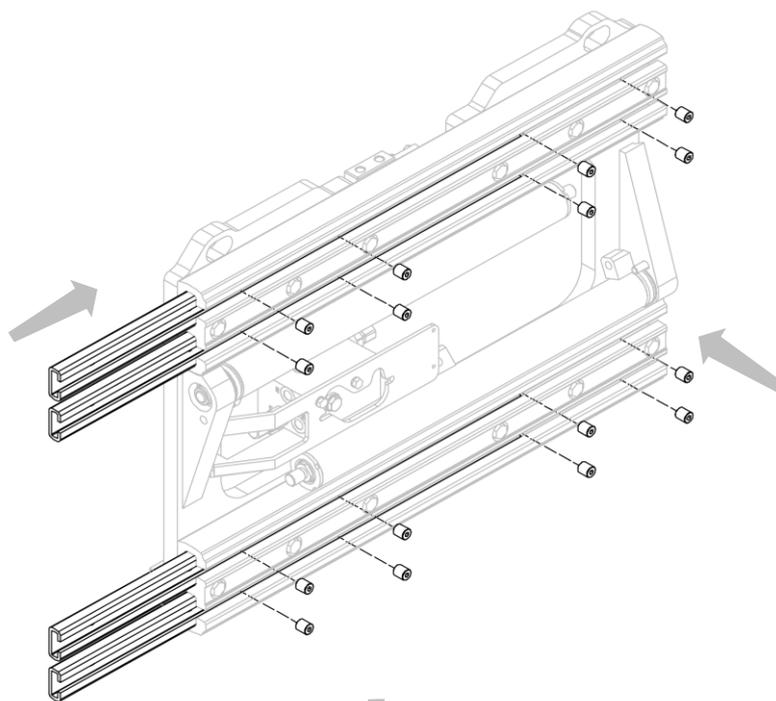
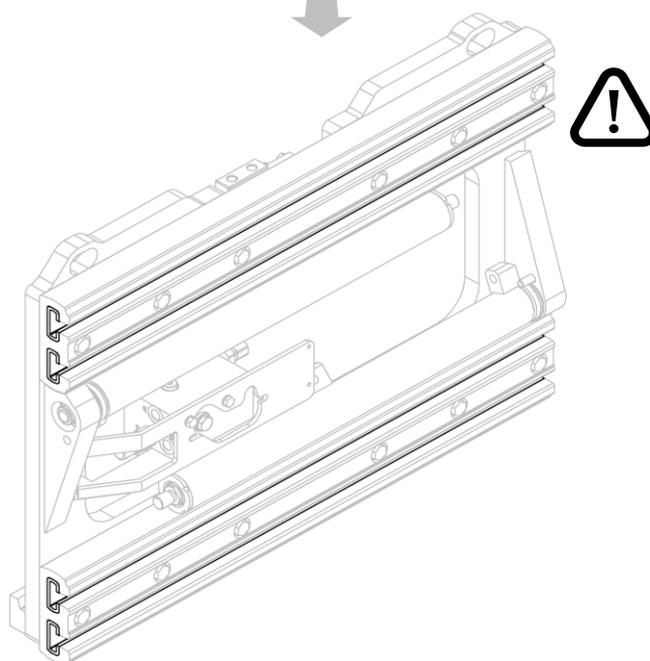

Abbildung 11
Abbildung 12
2. Setzen Sie die Nylon-Gleitführungen ein und befestigen Sie sie mit den entsprechenden Madenschrauben (siehe *Abbildung 11* und *Abbildung 12*).